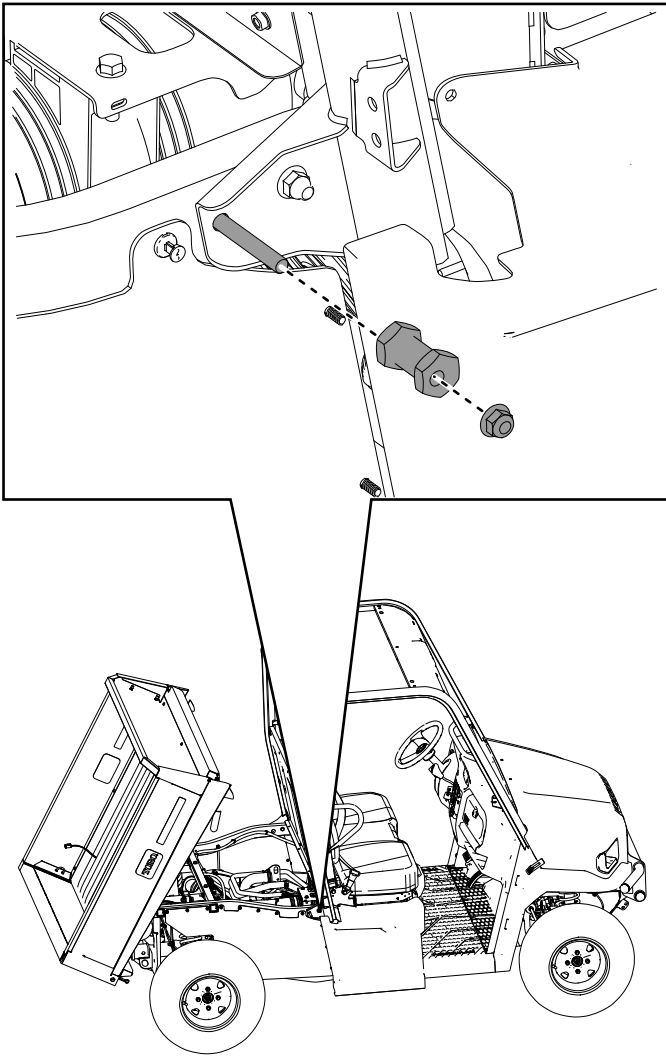

Bild 31
19. Bringen Sie die zuvor entfernten Sicherungsmuttern ($\frac{3}{8}''$) und Verriegelungsstifte am rechten und linken hinteren Rahmenrohr an (**Bild 31**).